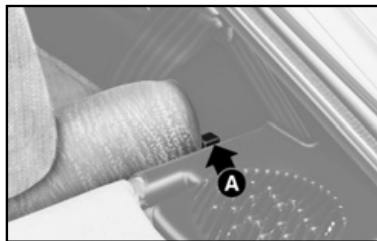

fig. 61
3) Desengatar o encosto, movendo as alavancas laterais **A-fig. 61** no sentido da seta.